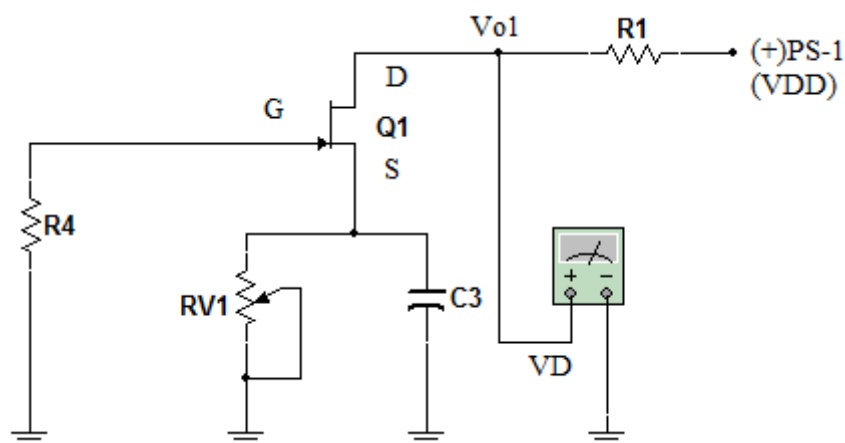

Fig.11.3. Tranzistorul J-FET în montajul sursă comună
2. Realizați pe placa EB-112 circuitul din fig. 11.3 și conectați aparatele de măsură conform specificațiilor din figură.